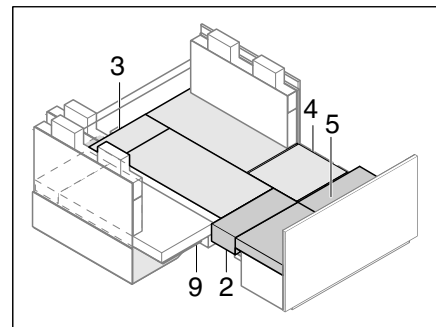

Fig. 239 Après l'agrandissement
- Insérer les coussins d'assise et les extensions de siège. Mettre en place les coussins de dossier (Fig. 239, 12) sur les coussins supplémentaires.
- Insérer le coussin supplémentaire (Fig. 239,5).